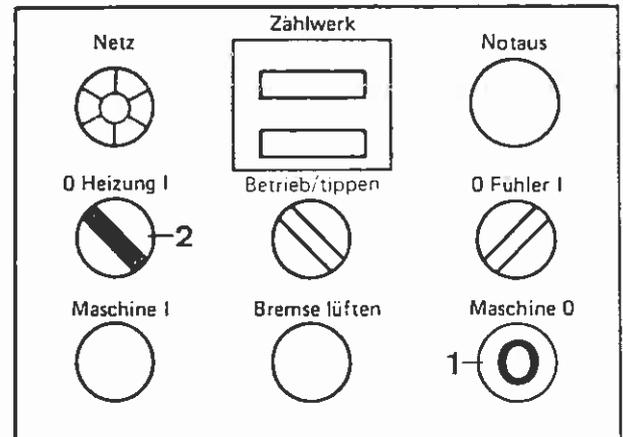

Bild 103
1. Nachdem nicht mehr genügend Produkt abgefüllt wird, Maschine durch Betätigung des Tasters „Maschine „0“ ausschalten (Bild 103/1) und Wahlschalter (Bild 103/2) der Heizung auf „0“ stellen.